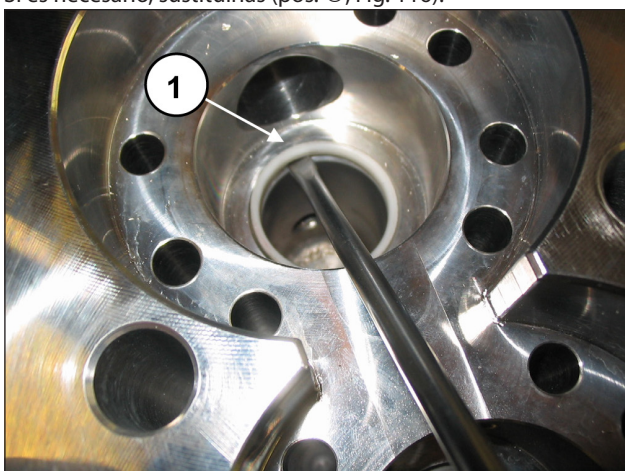

Fig. 116
Si es necesario, sustituir las (pos. ①, Fig. 116).